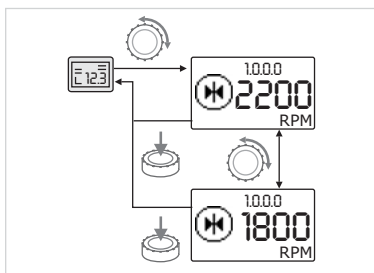

Fig. 33: Immissione del valore di consegna
- Sulla pagina di stato del display si può adattare il valore di consegna come segue (fig. 33):